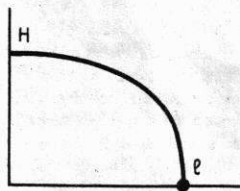

Рис. 1.
1. На высоте относительность больше, чем у земли. Значит, у креста надо быть на большей высоте, то есть траектория снижения будет такая, как показано на рис. 1.